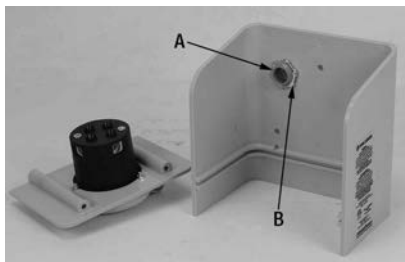

FIGURE 10
5. Insérez le manchon en PVC de 1/2" (A) Fig.10 dans le trou à l'arrière du boîtier d'entrée, fixez le manchon avec la bague de verrouillage (B) retirée précédemment. Utilisez des pinces pour bien fixer la bague de verrouillage.